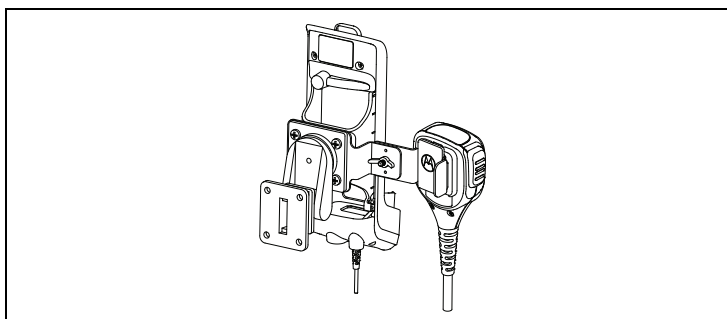

Figura 2. Sujeción del RSM al soporte
8. El soporte RSM permite al usuario sujetar el RSM como se muestra en la Figura 2.